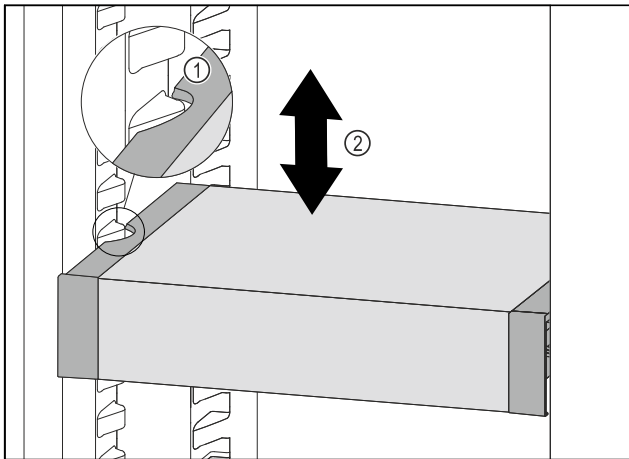

Fig. 97
- ▶ Тяните VarioSafe вперед, пока боковые выемки VarioSafe не окажутся на высоте выступа резервуара в холодильном отделении. Fig. 97 (1)
- ▶ Двигайте VarioSafe в холодильном отделении вверх или вниз, пока не будет достигнута требуемая высота. Fig. 97 (2)